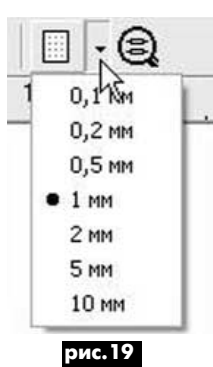
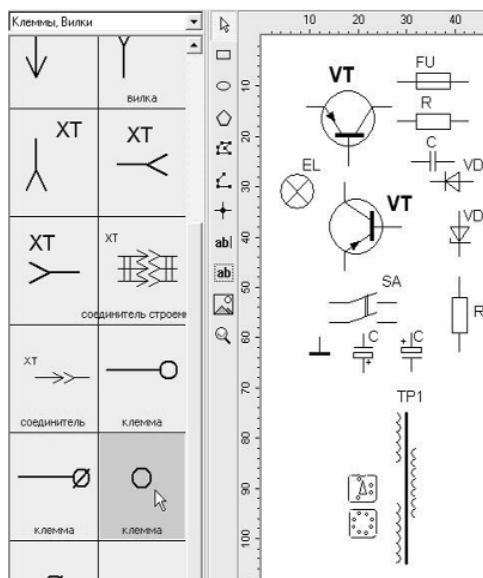

рис. 19
рис.53
А теперь давайте попробуем нарисовать в электронном виде фрагмент принципиальной схемы устройства питания стереоусилителя "Трембита-002", повторив форму и расположение элементов согласно оригиналу. Для этого понадобятся символы резисторов, транзисторов структуры р-п-р, электролитических конденсаторов вертикального и горизонтального расположения, а также символ предохранителя, неполярного конденсатора и диода горизонтального расположения, стабилизатора вертикального расположения, символ общего провода, выключателя, индикаторной лампочки, силового трансформатора и переключателя напряжения сети. Откроем новый проект командой "ФАЙЛ/НОВЫЙ ПРОЕКТ". Проверим шаг сетки кнопкой, показанной на **рис. 19**, и при необходимости установим значение 1 мм.
Кликом правой кнопки "мыши" перейдем в режим указки, переместим полученный рисунок в нужное место чертежа и при необходимости установим размеры, показанные на рисунке, на котором на фигуре отмечены интересные нас точки перегибов (**рис.44**). Увеличим инструментом "Лупа" выделенное изображение до максимально возможного и выделим его. Функцией "Сетка" (**рис.19**) установим размер ячейки 0,1 мм. Выберем инструмент "Круг" и создадим эту фигуру минимального размера рядом с нашим многогранником. Возможно, с первого раза сделать это не удастся. Дело в том, что по умолчанию в программе установлена толщина линии 13, поэтому невозможно создать окружность диаметром, меньшим толщины двух линий. Создадим круг побольше, затем выделим его и, дважды кликнув по полученной фигуре в появившемся меню (**рис.23**), установим ширину линии "1", затем снимем галочку в строке "Убрать заливку". После команды "ОК", двигая за границы выделения, сформируем правильный круг и поместим его на линию многогранника (**рис.45**).
**Составление схемы** начнем с цепи трансформатора. Нужно учесть то обстоятельство, что рисунок переключателя выполнен с минимальным размером сетки и, естественно, его точки подключения не могут попадать в узлы с ячейкой 1 мм. Поэтому для корректного составления этого участка рисунка на поле рисования установим размер сетки 0,1 мм (**рис.19**). Пусть нас не смущает, что сетки при размере, показанном на **рис.53**, мы не видим.